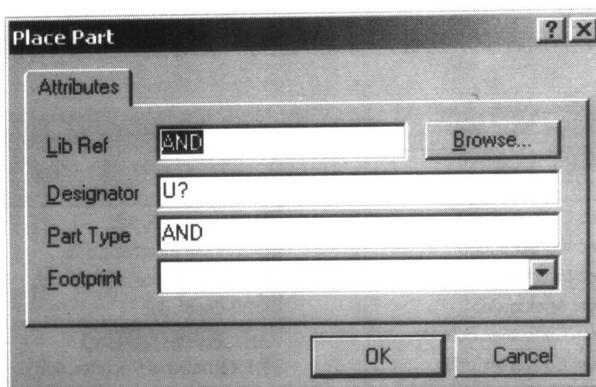

图 1-8 输入元件的编号及属性
(1) 通过输入元件编号来选取元件。这一做法是通过菜单命令 Place/Part 或直接点击电路绘制工具栏上的 按钮,打开如图 1-8 所示的“Place Part”对话框,然后在该对话框中输入元件的名称及属性,参见图 1-8。